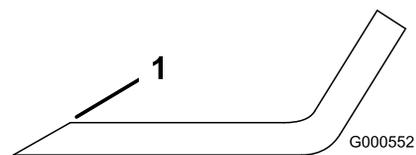

Figura 109
1. Utilice una lima para afilar el filo de corte en ambos extremos de la cuchilla (Figura 109).
Nota: Si la cuchilla no está equilibrada, rebaje algo el metal en la parte de la vela solamente con una lima (Figura 109).